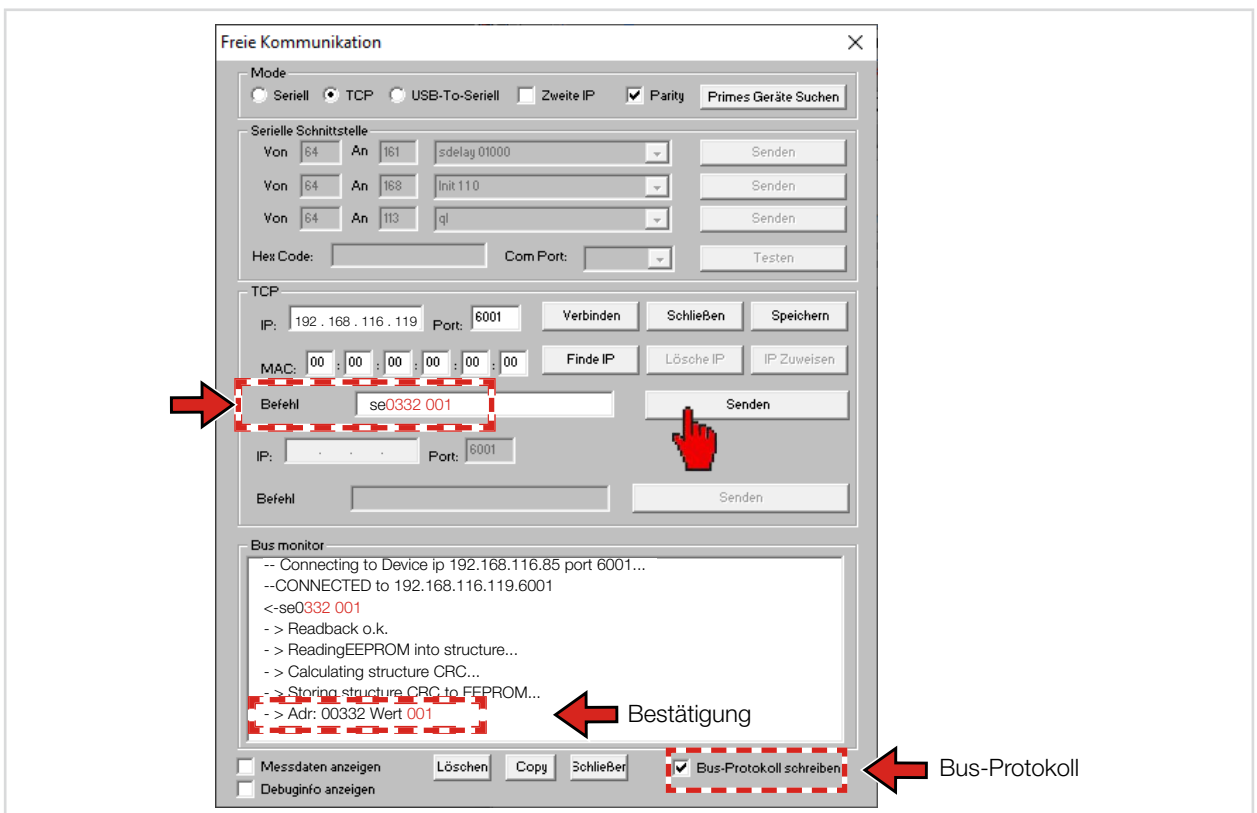

Abb. 9.4: DHCP im Dialogfenster **Freie Kommunikation** aktivieren
8. Klicken Sie auf die Schaltfläche **Senden** und warten Sie die Bestätigung im **Busmonitor** ab (siehe Abb. 9.4 auf Seite 41 „- > Adr:0332 Wert: 001“)